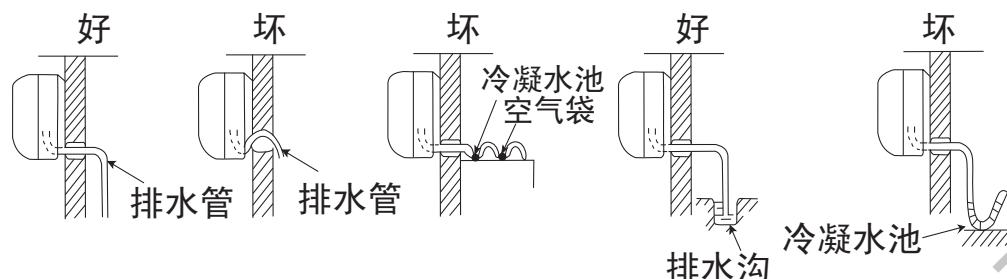

图 27
- 1 用附件 ⑯ 排水管与室内机组的出水管连接起来。
- 2 如要使冷凝水流得舒畅，排水管应倾斜少许，如图27所示。